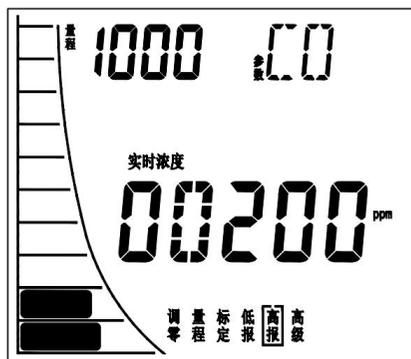

图 7.9 高报设置
**操作方法：**在设置状态下，将功能光标移动至“高报”，按下“确认”按键，屏幕显示气体探测器内部高报数值。如图 7.9 所示。